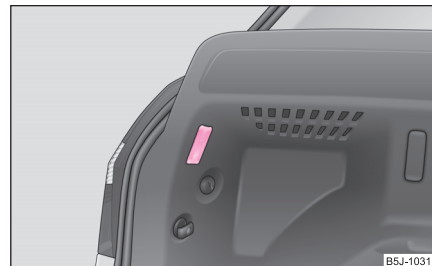

Fig. 184 Demontarea lămpii din portbagaj
- Introduceți o șurubelniță în fanta de sub lampă ⇒ fig. 184. Dislocați cu atenție lampa.